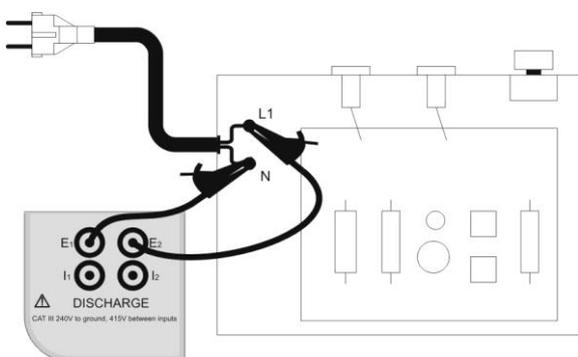

Fig. 6: Ligação dos terminais do instrumento no teste DISCHARGE - medição nos terminais de alimentação
3. Inserir dois cabos de medida nas entradas E1 e E2 do instrumento e aplicar os crocodilos. Ligar os terminais de medida à entrada de alimentação do dispositivo em teste, a jusante de eventuais interruptores ou fichas de alimentação (ver Fig. 6).